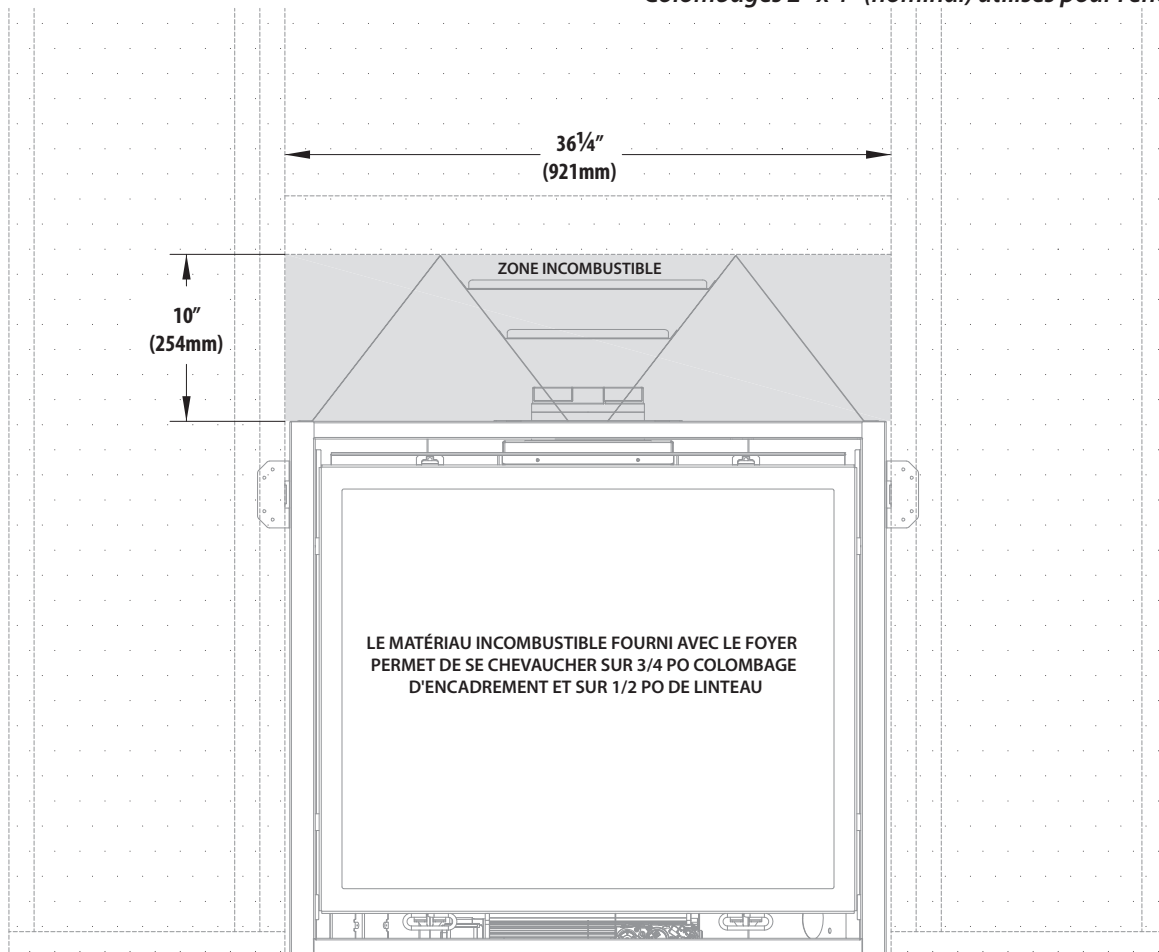

Figure 4.4
- Le matériau incombustible fourni avec le foyer permet de se chevaucher sur 3/4 po colombage d'encadrement et sur 1/2 po de linteau. Voir la Figure 4.4.